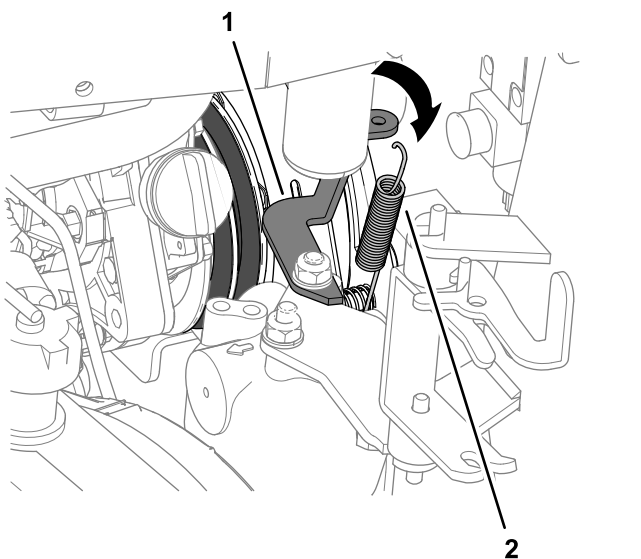

Figura 90
5. Pe partea radiatorului, decuplai arcu amortizorului ambreiajului de pe suportul arcului (Figura 90).
4. Cuplai arcul amortizorului ambreiajului între urubul plăcii de ambreiaj din interior i suportul arcului; consultai Figura 90 din Demontarea curelelor prizei de putere \(Pagină 64\).